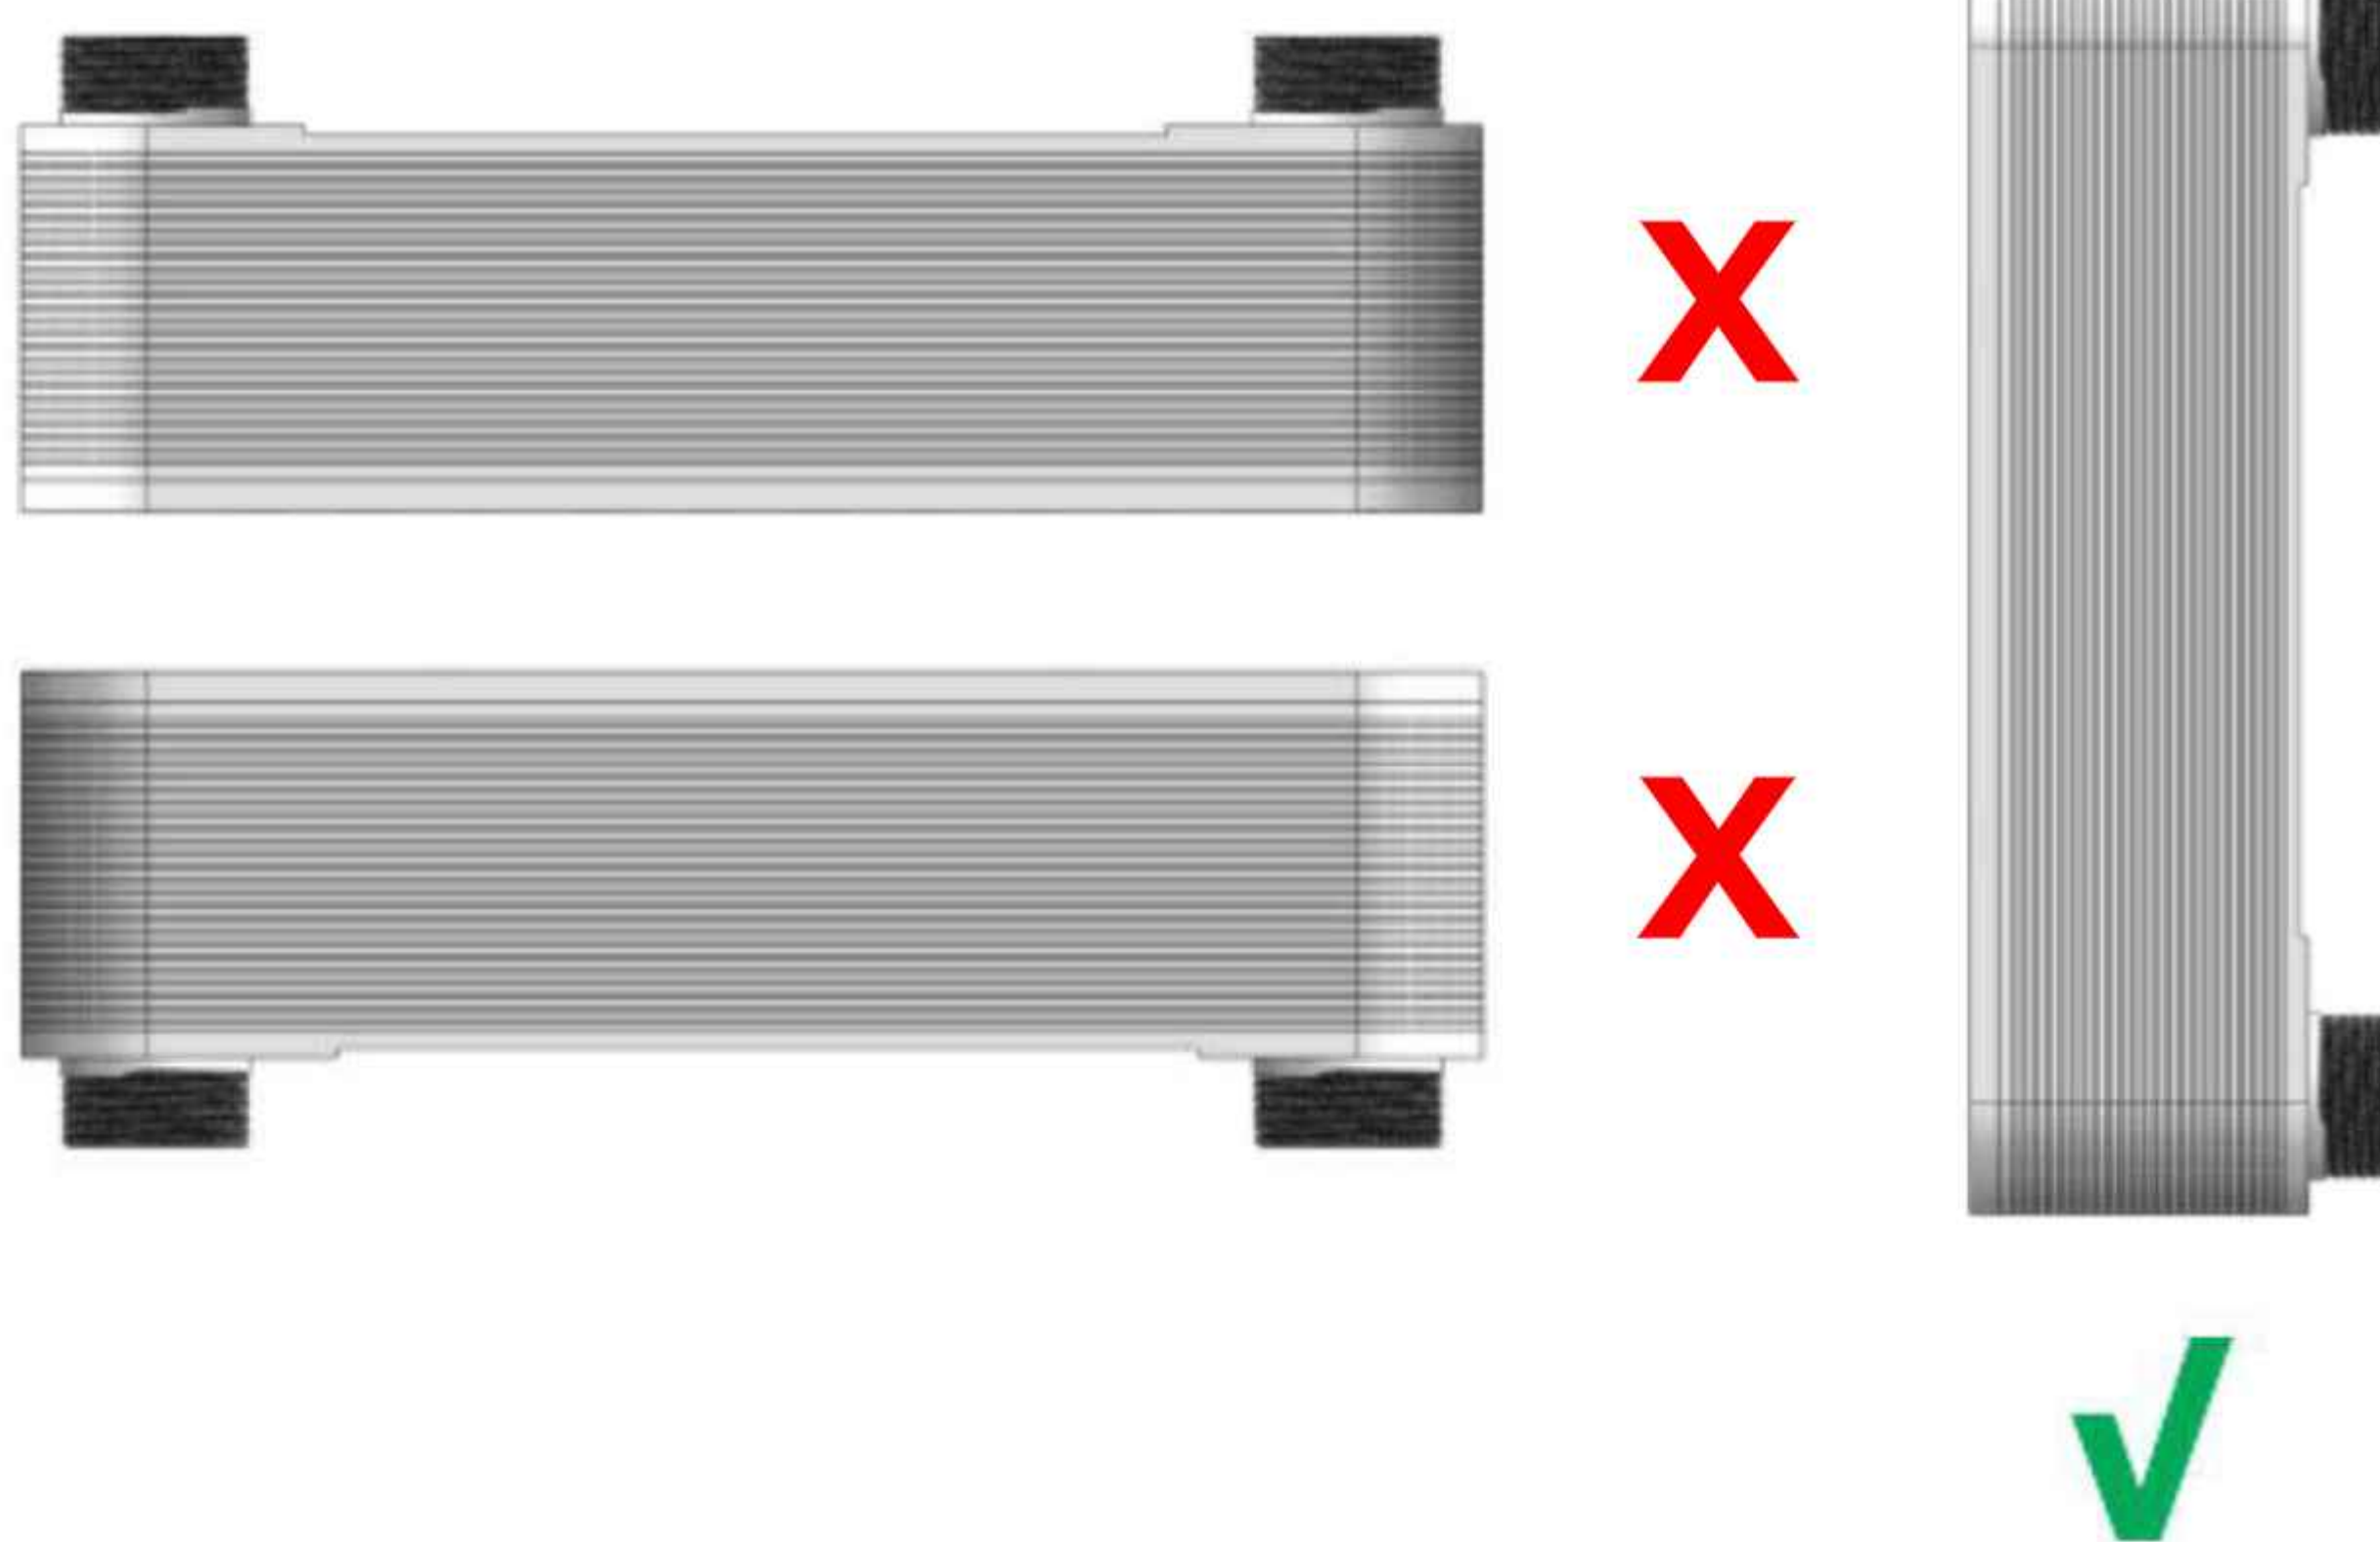
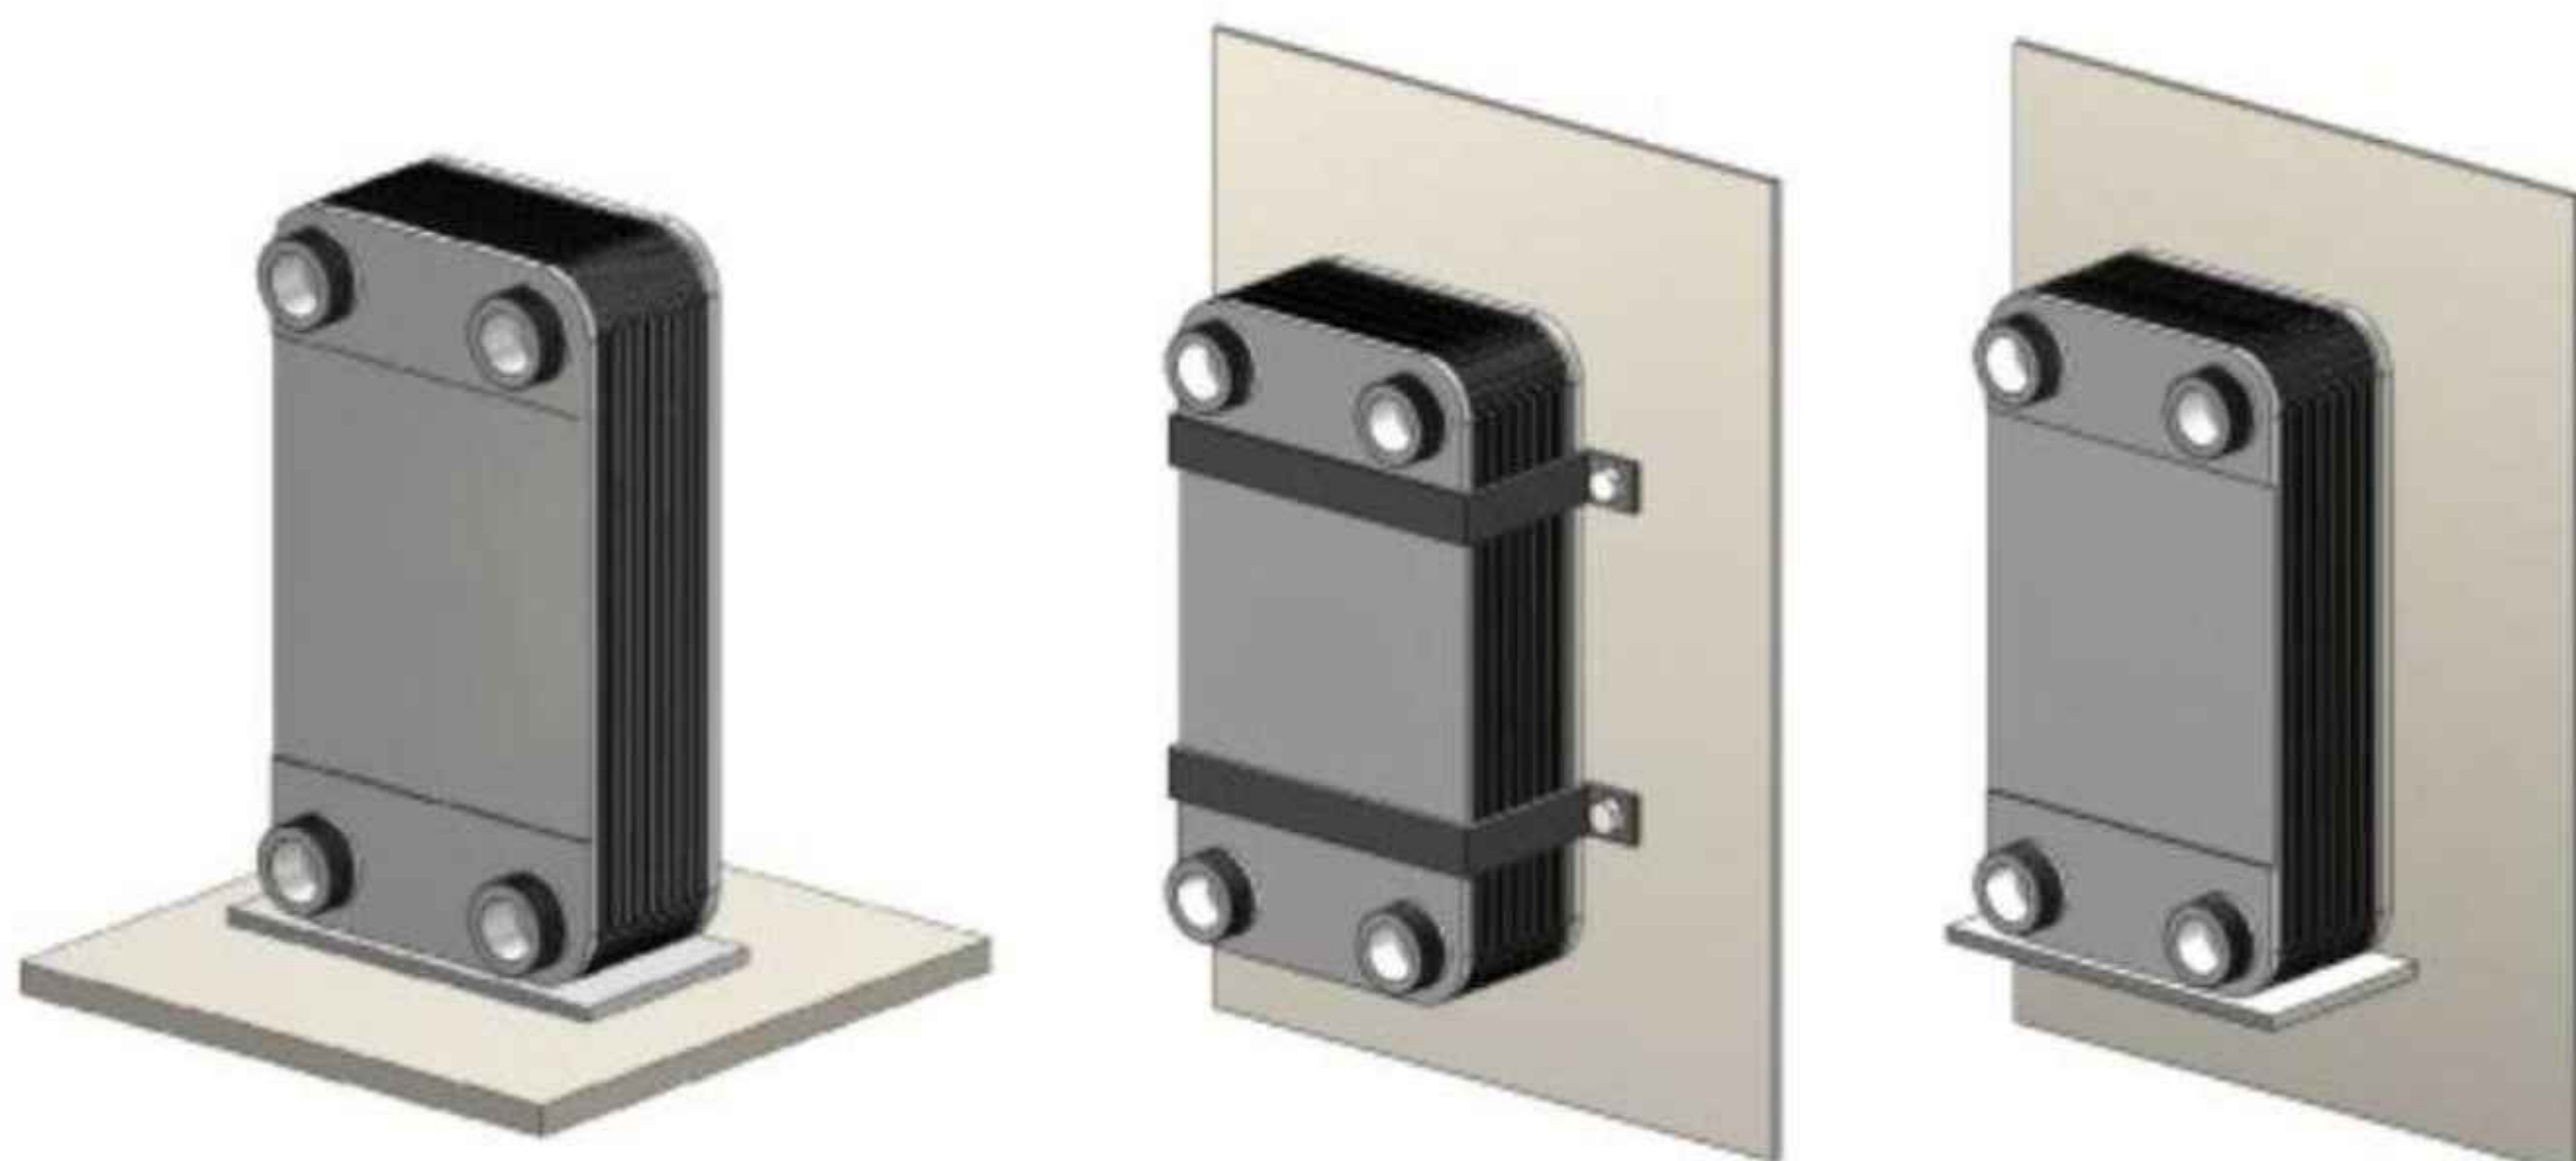
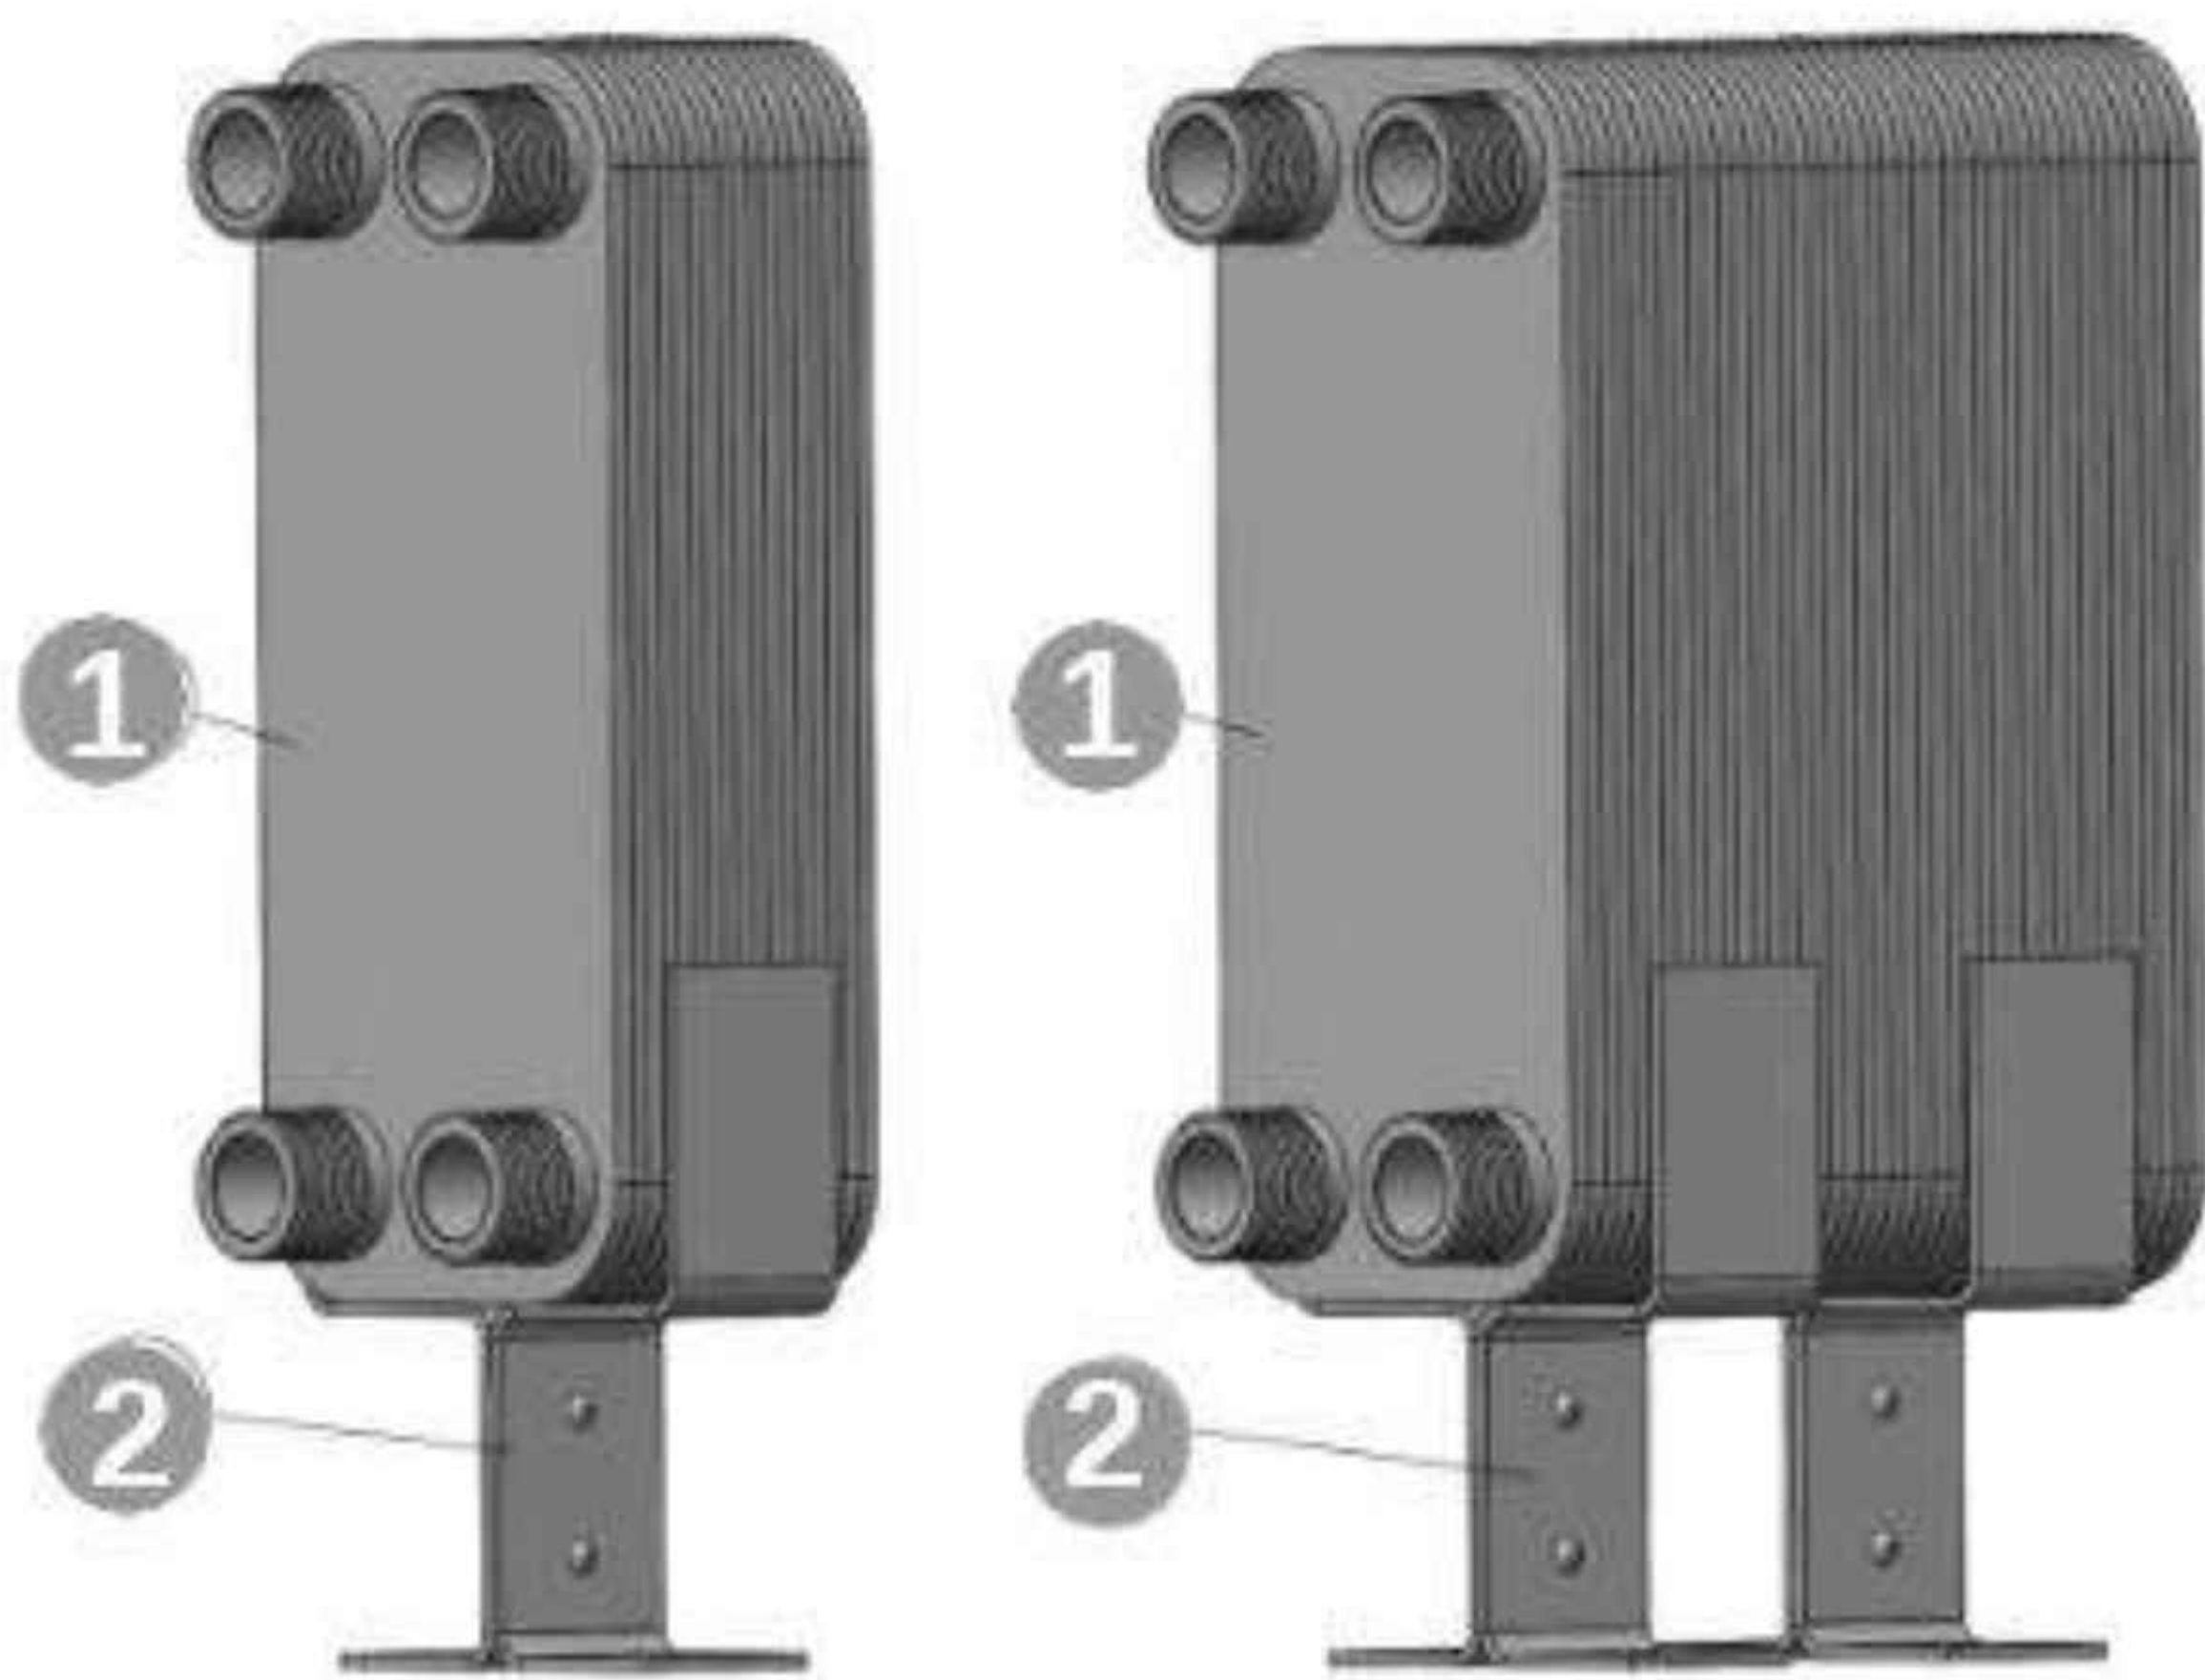

Рис. 3
Рис. 4
Рис. 7
Теплообменники необходимо монтировать так, чтобы обеспечить простоту технического обслуживания и контроля, а также, чтобы предотвратить передачу вибраций и напряжений, возникающих в системе, на соединительные патрубки теплообменника, **рис. 4**. Рекомендованный способ монтажа теплообменников представлен на **рис.3**. Для монтажа теплообменников с количеством пластин (N) более 30 требуется использовать опору, а если количество пластин (N) превышает 60 - две опоры, **рис. 7**.
При использовании теплообменника в системе теплообменников или в системах, в которых меняется фаза сред, теплообменник должен быть установлен вертикально в соответствии с **рис. 3**.